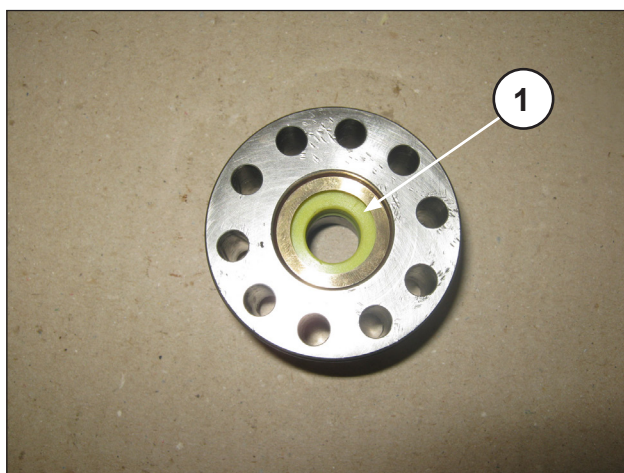
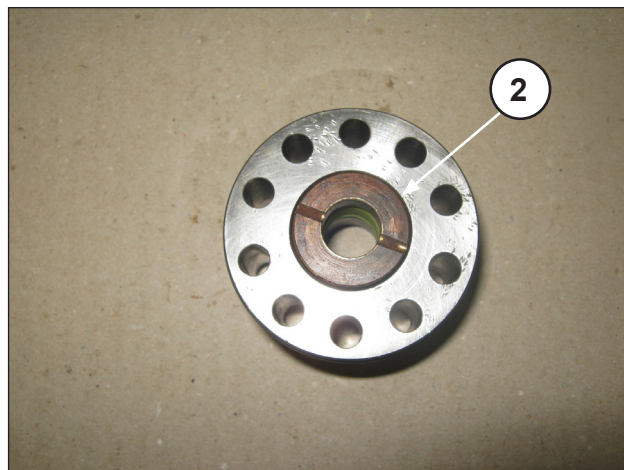
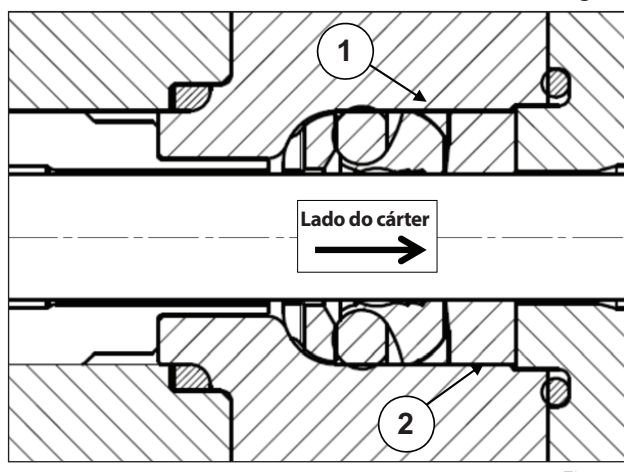

Fig. 45
Fig. 46
Fig. 47
- No diâmetro interno, a graxa deve ser aplicada com cuidado especial para o preenchimento de todos as bolsas entre as bordas de vedação, conforme indicado na Fig. 45.
- Introduza o anel anti-extrusão ① e o casquilho de juntas de vedação ② posicionados, conforme as Fig. 45, Fig. 46, Fig. 47.
O casquilho de juntas de vedação ③ deve ser introduzido no suporte com as descargas viradas para o exterior (lado do cárter), conforme indicado na Fig. 46 e na Fig. 47.